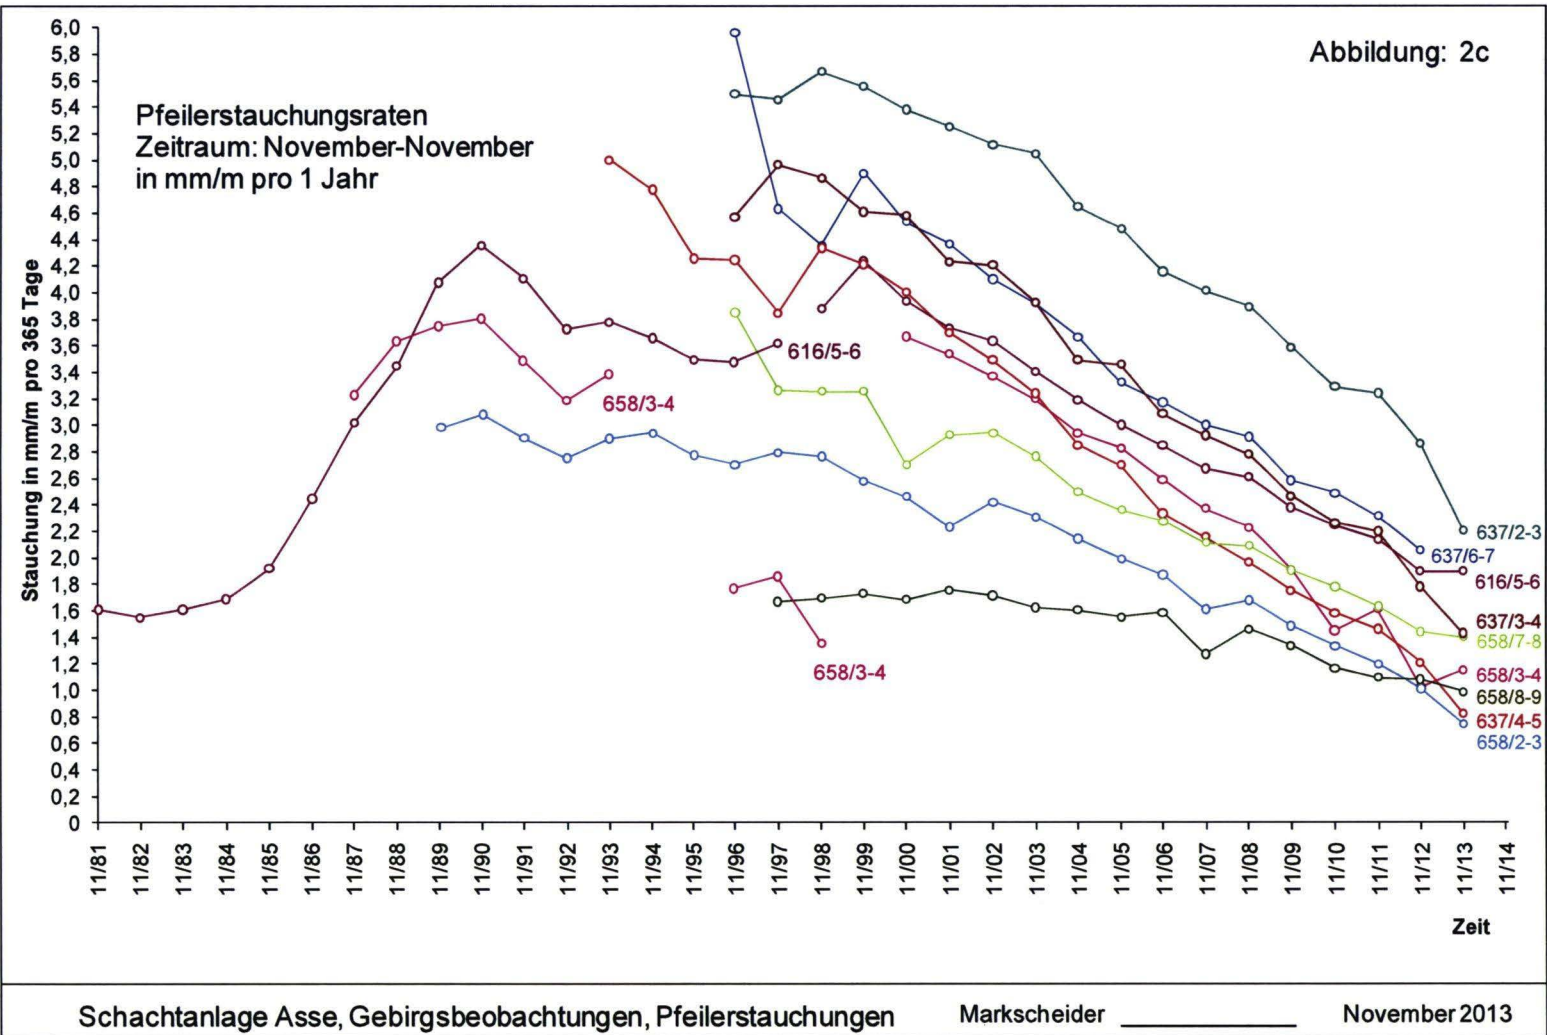

Abbildung 2c: Pfeilerstauchungsraten 616- bis 658-m-Sohle [mm/(m*a)]
- Abbildung 2c: Pfeilerstauchungsraten 616- bis 658-m-Sohle [mm/(m*a)]